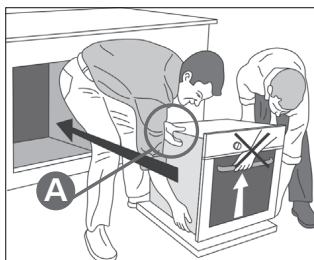

Fig. 1
1. Levante el horno usando las manijas **(A)** de cada lado, e introdúzcalo en el gabinete (nicho) (Fig. 1).